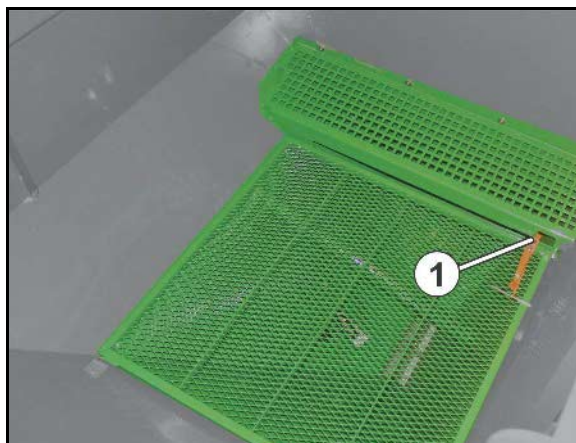

Рис. 51
- складная сетка с фиксатором в бункере для посевного материала (Рис. 51/1).